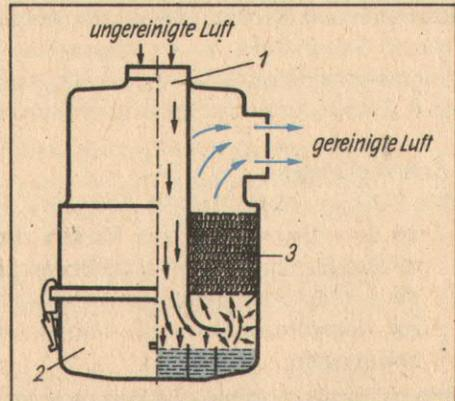

Bild 19/1 Ölbadluftfilter
Ein sehr gebräuchlicher Filter für Traktoren ist der **Ölbadluftfilter** (Bild 19/1). Der durch das Rohr (1) eintretende Luftstrom wird über dem Ölspiegel um 180° umgelenkt. Dabei verringert sich die Luftgeschwindigkeit stark, die schwereren Staubteile werden infolge der Massenträgheit abgeschieden und in dem aufgewirbelten Ölbad (2) gebunden. Das Filterpaket (3) übernimmt die Nachreinigung und verhindert außerdem, daß Filteröl in die Zylinder gesaugt wird.